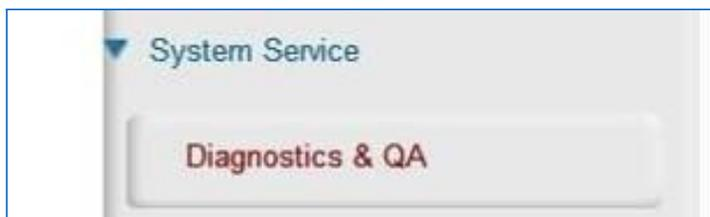

Рисунок 25-16: Режим Диагностики и контроля качества в меню Обслуживание системы.
2. Выберите Режим обслуживания в меню (Рисунок 25-16).